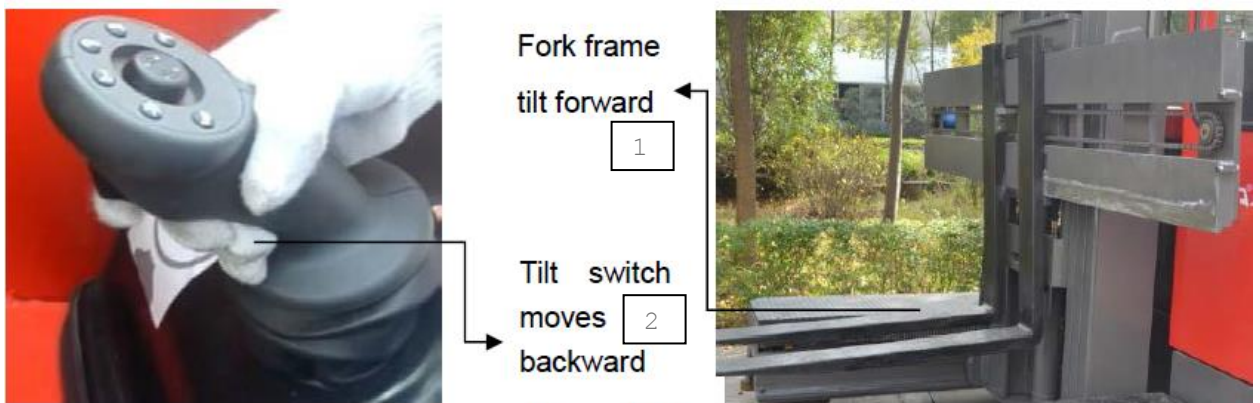

Рис. 4-3-8:
4.3.3.3. Нужно переключить выключатель наклона в нижней части интегрированного джойстика назад, и виловая рама наклонится вперед (см. Рис. 4-3-8).